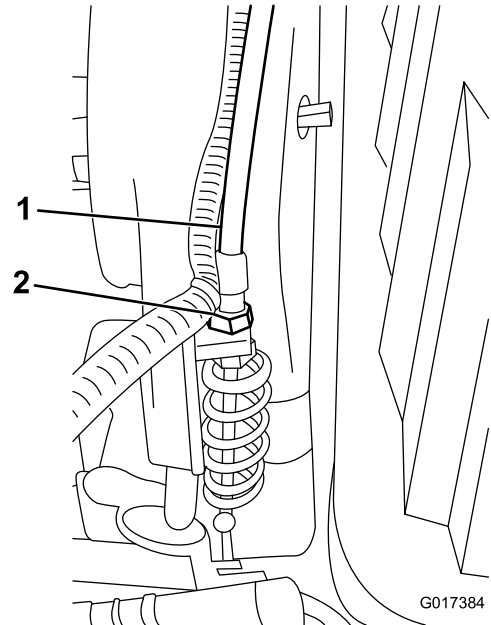

图46
3. 在变速箱隔板上、调整滚刀控制装置拉线（图46）、使弹簧长度达到 70.6~72.4mm。